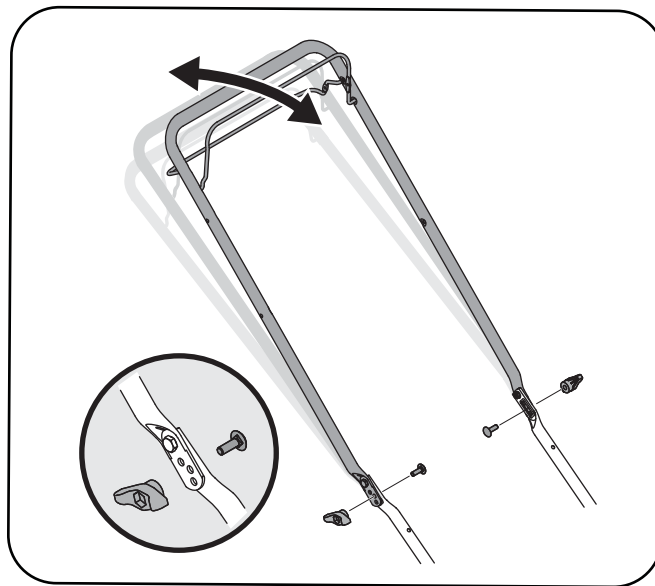

Figure 3-11
1. Retirez les écrous à oreilles et les boulons ordinaires du guidon. Voir la Figure 3-11.
2. Choisissez la position la plus confortable parmi les trois positions possibles. Voir le détail de la Figure 3-11.